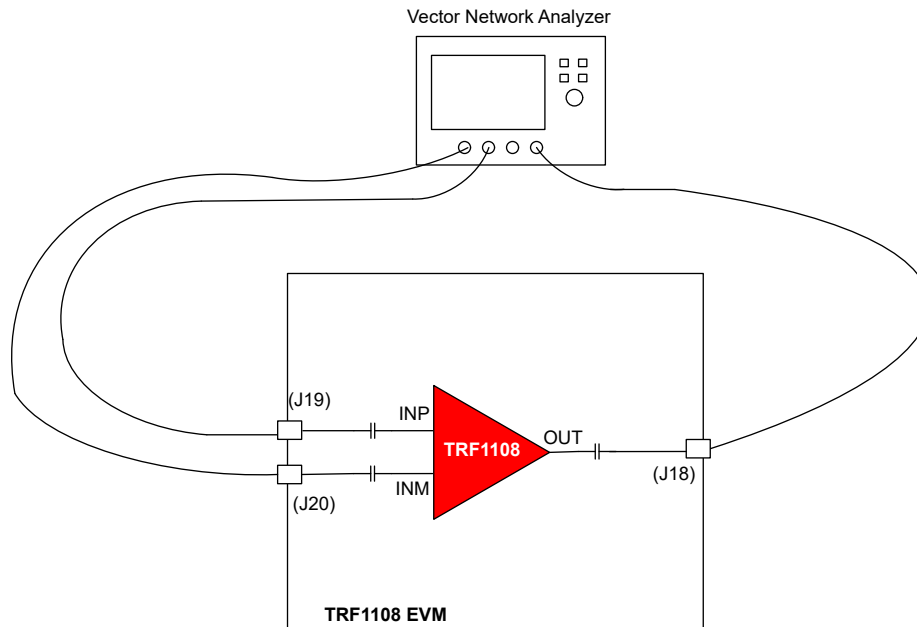

图 3-1. S 参数测试设置
1. 如图 3-1 所示，通常会使用矢量网络分析器 (VNA) 进行 S 参数测量。要测量 TRF1108 EVM，建议使用 3 端口 VNA，它可以分别在 EVM 的输入和输出端口产生差分信号和接收单端信号。